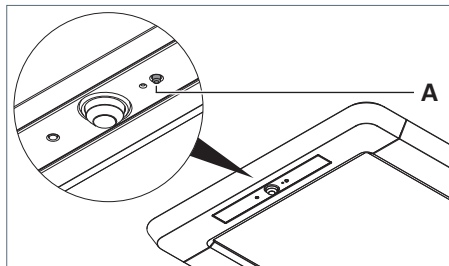
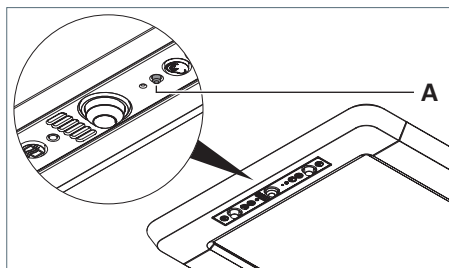

Fig. 31: Reset durchführen, Ausführung R.
Fig. 32: Reset durchführen, Ausführung RX.
- Drücken Sie die Taste **A**, halten Sie die Taste gedrückt und schließen Sie die Leuchte wieder an die Stromversorgung an, siehe Fig. 31 und siehe Fig. 32.